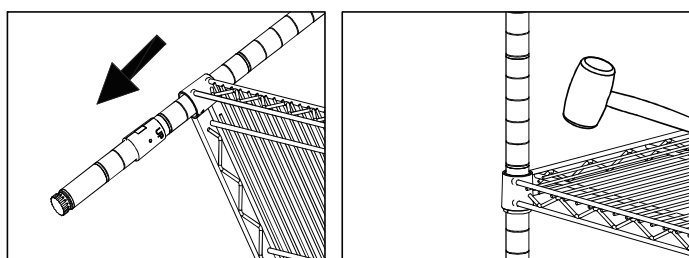

Figure 4
Étape 3: Assemblage des autres tablettes (Voir la Figure 4)
- i. Localisez la position souhaitée de la prochaine étagère inférieure la plus basse (D) et insérez les manchons coniques dans les poteaux
- iii. Répétez l'opération pour les étagères supérieures restantes (C)